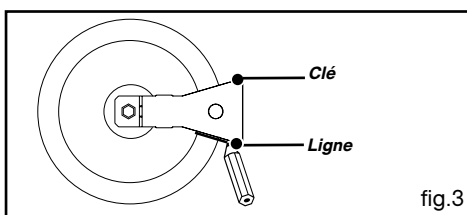

fig.3
- Tracez une ligne sur la plaque d'âtre à l'aide d'un crayon de papier à l'endroit indiqué (fig. 3).